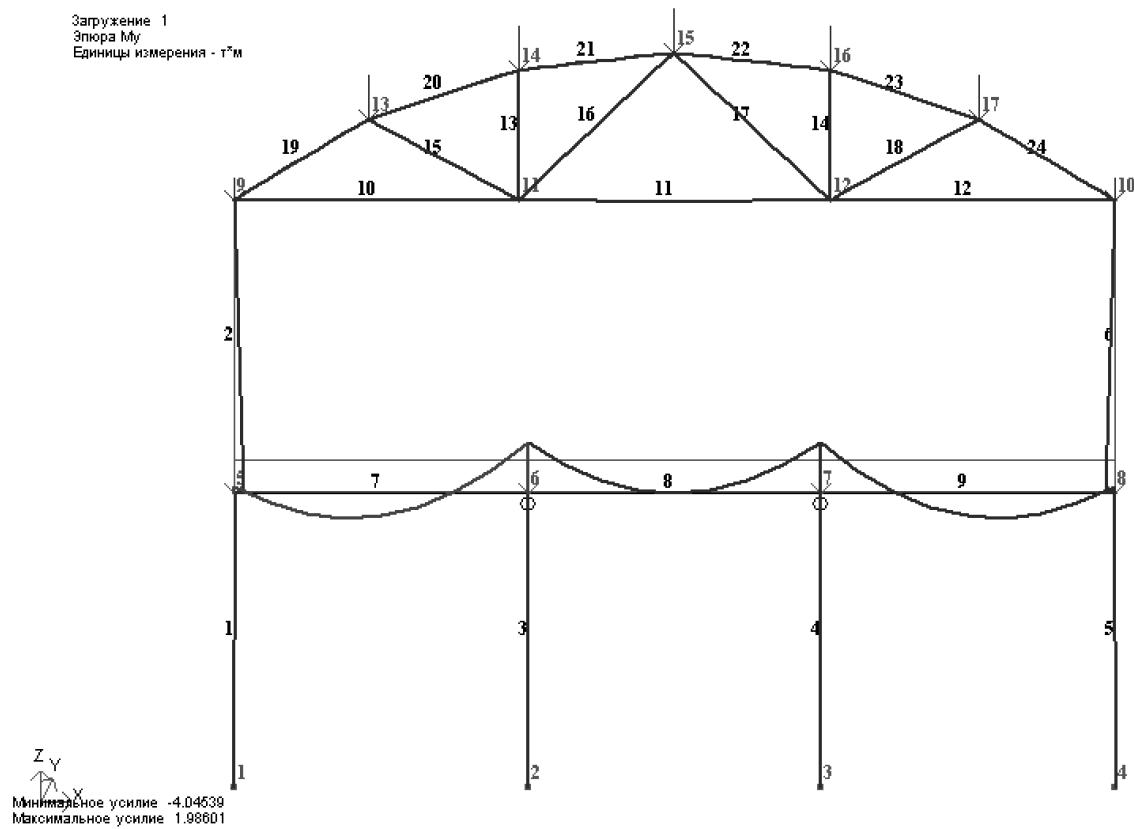

Рис.3.20. Эпюры изгибающих моментов M_y
- Выведите на экран эпюору M_Y (рис.3.20) с помощью меню **Усилия** ⇒ **Эпюры** ⇒ **Эпюры изгибающих моментов (M_Y)** (кнопки  и  на панели инструментов).